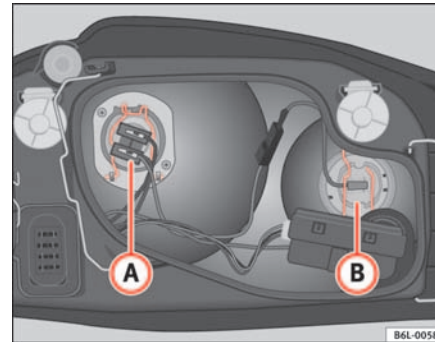

Abb. 141 Glühlampe
- Ziehen Sie den Stecker vom Lampenkabel ab ① ⇒ Abb. 141.